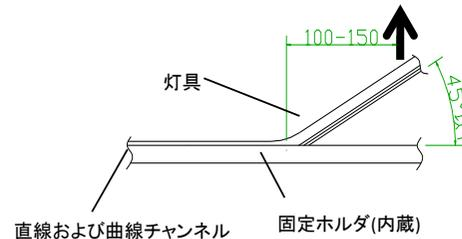

図5
- (1) 灯具を取外すときは図5の様に、固定ホルダから100から150mmの位置で灯具を真上にゆっくり持ち上げるように取外してください。この時取外し角度が45°以上にならない様に注意してください。